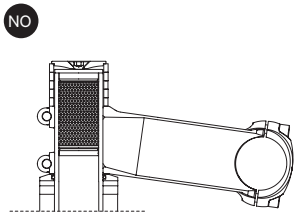

Fig. 5.2.4
**IMPORTANTE:** Non superare i 5 mm con lo spessore al di sopra dell'attacco (Fig. 5.2.4). La posizione non corretta dell'attacco manubrio può danneggiare la struttura in carbonio del canotto forcella e dell'attacco fino a causare gravi incidenti per l'utilizzatore.